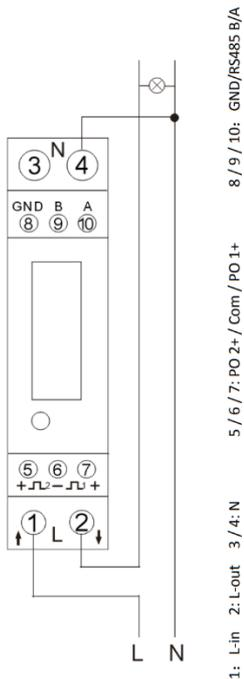

Abb. 7: Anschluss des Energiezählers SDM120
1. Montieren Sie den Energiezähler auf der **Abnehmerseite** des PIONIERKRAFTwerks 2.0 im Zählerschrank so, dass die **Klemme 1 in Richtung des PIONIERKRAFTwerks** und die **Klemme 2 in Richtung des Abnehmers** geführt wird (Abbildung 5 und Abbildung 7). Im Bedarfsfall finden Sie die Anleitung des SDM120 unter folgendem Link (<https://pionierkraft.de/sdm120c-modbus-de/>)
2. Schließen Sie **abnehmerseitig** die Leitung ausgehend von dem 16 A-Sicherungsautomaten über das SDM120 (Abbildung 7) am PIONIERKRAFTwerk **Buchse 2** an